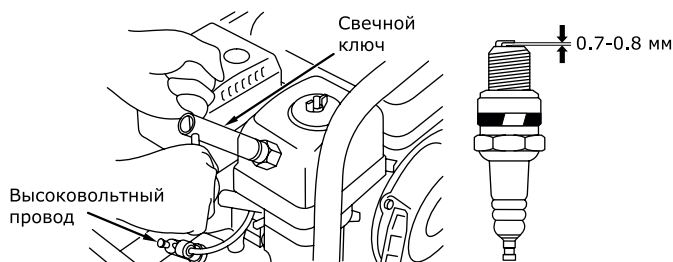

Рис. 18
- Выверните свечным шестигранным ключом (входит в комплект поставки) и осмотрите свечу (рис. 18). Юбка свечи (между керамической частью и металлической частью) должна иметь желтовато-коричневый цвет.
Проверьте величину зазора между заземляющим и центральным электродами, используя специальный щуп. При необходимости установите зазор 0,7–0,8 мм (рис. 18). Установите свечу зажигания в двигатель и надежно затяните. Недостаточная затяжка свечи зажигания может привести к ее перегреву и повреждению двигателя. Рекомендуется использовать качественные свечи марки BPR4ES – BPR7ES (B – диаметр резьбовой части 14 мм; P – с выступающим носиком изолятора; R – с керамическим резистором для подавления радиопомех; 4-7 – тепловой номинал; E – длина ввернутой части 19 мм; S – стандартный тип) производства японской компании NGK или аналогичные.